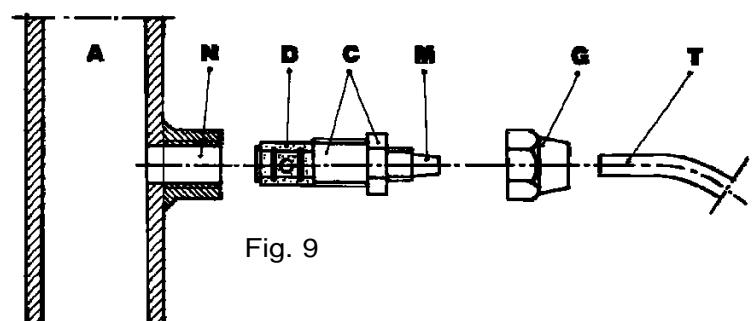

Fig. 9
h. Sur la conduite de l'installation à traiter appliquer, à l'endroit le plus approprié pour injecter le produit à doser, un raccord de 3/8" gaz femelle. Ce raccord n'est pas compris dans la fourniture. Visser la soupape d'injection dans le raccord en utilisant comme joint un ruban en Téflon® (Fig. 9.) Raccorder le tube au raccord conique de la soupape d'injection et le bloquer avec la bague G. La soupape d'injection est également une soupape de non retour.
[fig.9]